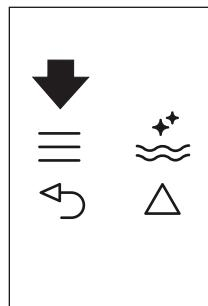
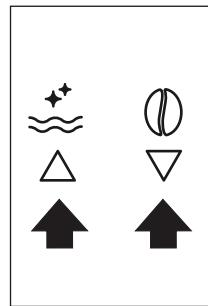

Fig. 22
Fig. 9
- Prima o ícone  (B2) para aceder ao menu (Fig. 22) e, em seguida, prima os ícones   (B7) e   (B8) (Fig. 9) até aparecer "PROGRAM CAPPUCCINO" (PROGRAMAR CAPPUCCINO).
- Prima o ícone SET  (B2) para aceder ao menu (Fig. 22) ou prima os ícones   (B7) e   (Fig. 9) até aparecer "PROGRAM CAPPUCCINO" (PROGRAMAR CAPPUCCINO).
- Prima o ícone  (B9) para confirmar e depois os ícones   (B7) e   (Fig. 9) até aparecer "COFFEE FOR CAPPUCC." (CAFÉ PARA CAPPUCC.).